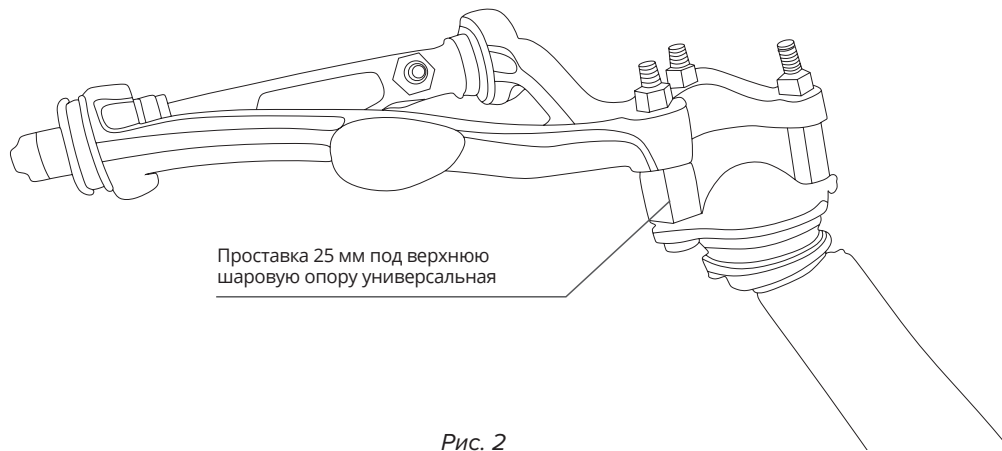

Рис. 2
2. Установите проставку под шаровую опору (из компл. – 9). Используя крепления из комплекта, зафиксируйте проставку между верхним рычагом и шаровой опорой как показано на Рис. 2.